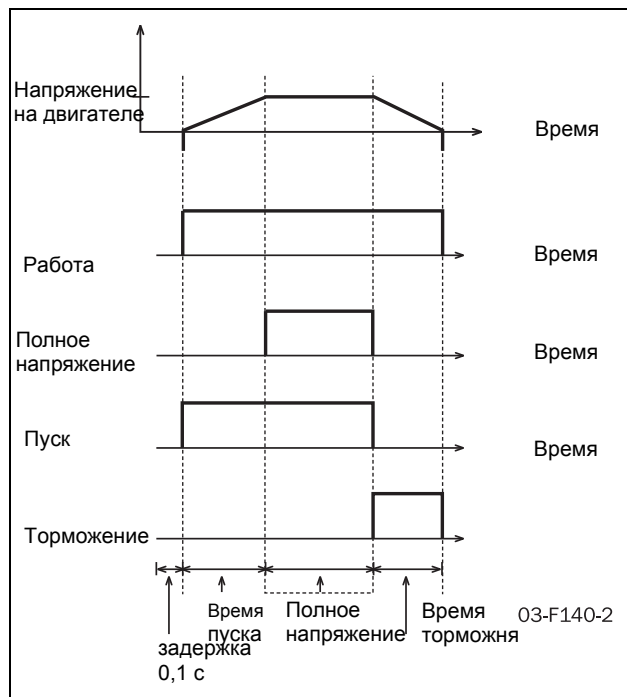

Рис. 61 Функции реле для пуска, работы и полного напряжения.
Реле могут использоваться для управления сетевыми контакторами или шунтирующим контактором, а также для индикации аварийных условий. Как показано на другой стороне Рис. 61, для активации сетевого контактора как в процессе пуска, так и при работе на полном напряжении и останове следует указать настройку «Режим работы» (вариант 1). При использовании шунтирующего контактора его можно контролировать через реле с настройкой «Полная мощность» (2). Настройки «Работа» (5) и «Тормоз противотока» (4) используются, если в качестве метода останова выбрано торможение противотоком. В данном случае одно реле следует настроить на работу, и оно будет контролировать сетевой контактор в процессе пуска и работы на полном напряжении.